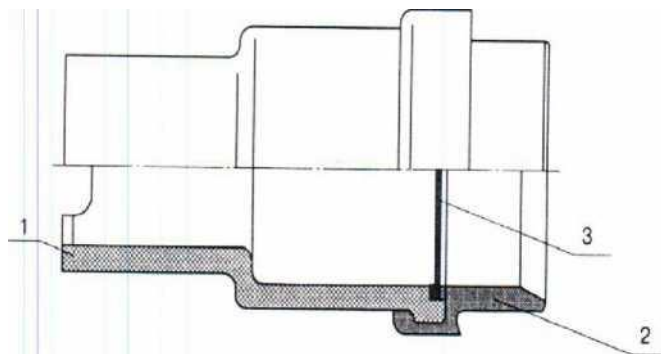

Рис. 2. НАСАДКА ПЕНООБРАЗУЮЩАЯ
11.3. Устройство насадки пенообразующей. Насадка пенообразующая в соответствии с **Рис. 2** состоит из корпуса (1), сопла (2) и сетки, залитой в полиэтиленовое кольцо (3).